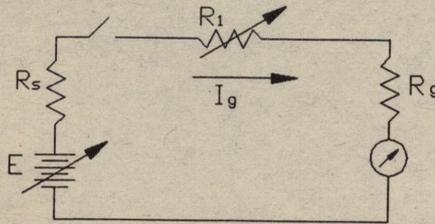

Figura 3
- a) Arme el circuito de la figura 3.